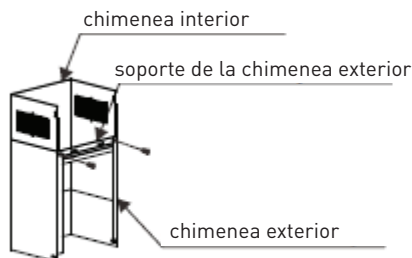
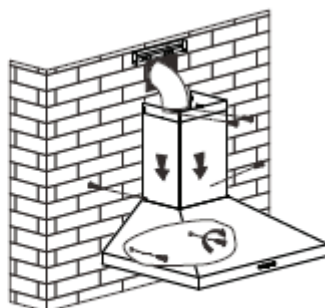

Imagen 5
Imagen 6
5. Fije el soporte de la chimenea exterior a la chimenea exterior con 2 tornillos ST4\*8mm, y asegúrese de que la chimenea interior se puede ajustar en altura libremente, consulte la imagen 5. Después utilice 2 tornillos ST4\*8mm para fijar la chimenea exterior a la campana extractora y utilice 2 tornillos ST4\*40mm para fijar el soporte de la chimenea exterior a la pared. La posición del soporte de chimenea interior es la posición más alta de la chimenea interior. Lleve el tubo de expansión al exterior. Consulte la imagen 6.